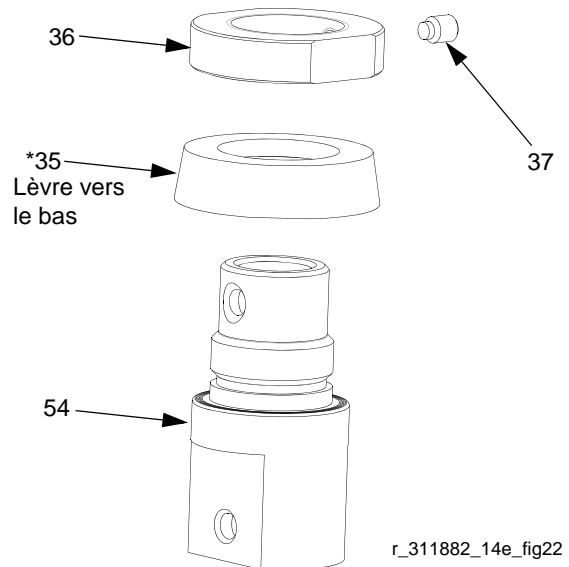

FIG. 22
10. Desserrer la vis de réglage (37) du collier (36). Enlever le collier du corps de piston (54). Enlever le joint en coupelle (35*). Vérifier si aucune des pièces n'est endommagée. Voir FIG. 22.